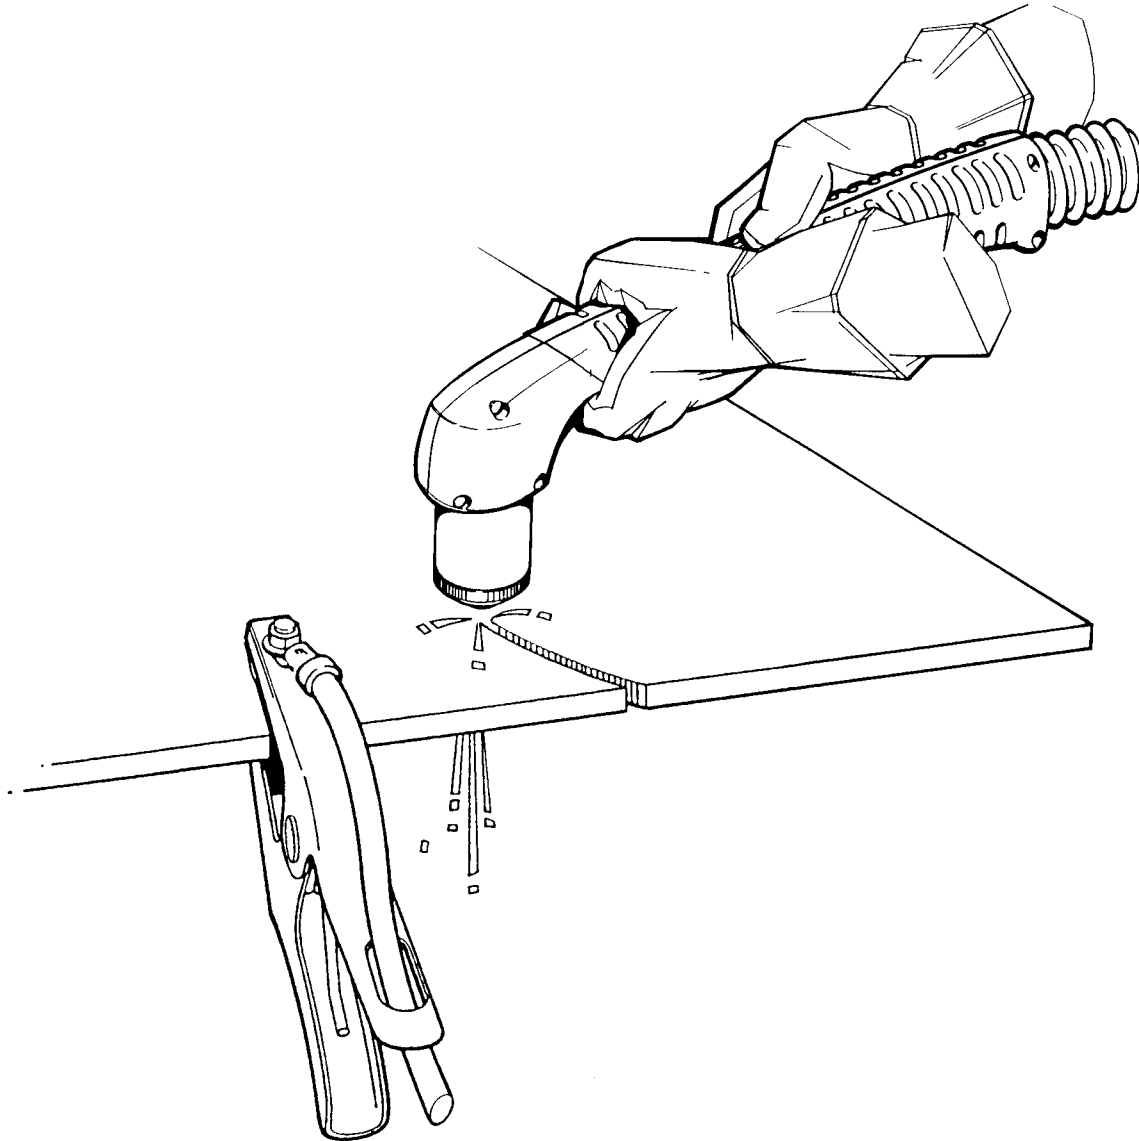

Abbildung 3-8 **Richtiger Werkstückklemmenanschluß**
2. Die Werkstückerdklemme nicht an dem Teil des Werkstückes befestigen, das abgeschnitten wird (siehe Abb. 3-8).